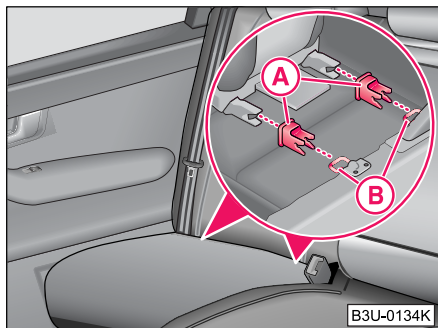

Abb. 113 Halteösen (ISOFIX-System)
- Stecken Sie die Aufnahmehalter (A) auf die Halteösen (B) zwischen Rückenlehne und Sitzfläche ⇒ Abb. 113.